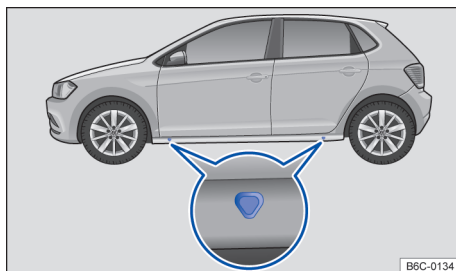

Fig. 167 Pontos de apoio do macaco.
O macaco somente pode ser posicionado nos pontos de apoio indicados (marcação na carroceria) → Fig. 167. É válido o ponto de apoio localizado próximo à roda correspondente → ▲.
7. Procurar sob o veículo o ponto de apoio do macaco → Fig. 167, mais próximo da roda a ser trocada.